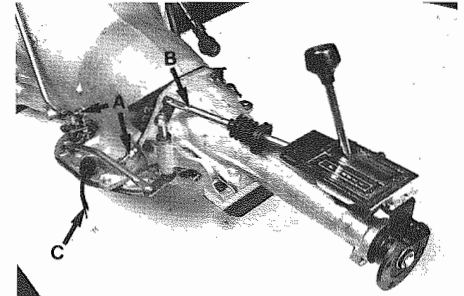

Fig. 53 - A - Raccordi tubazioni olio - Oil pipes connections
- Smontare l'asta comando marce: far leva con un cacciavite ed estrarre il perno dalla boccia (Fig. 53).
- Staccare i cavi consenso retromarcia ed avviamento (Fig. 53).
- Disconnect speed control rod: with the aid of a screw driver and remove pin from bush (Fig. 53).
- Disconnect reverse and starting cable (Fig. 53).
- Sfilare i manicotti di raccordo radiatore olio-cambio sul cambio (**Fig. 53**). Chiudere le estremità con tappi in plastica.
- Withdraw connection manifolds of transmission oil radiator on trasmission (**Fig. 53**). Close the ends with plastic plugs.